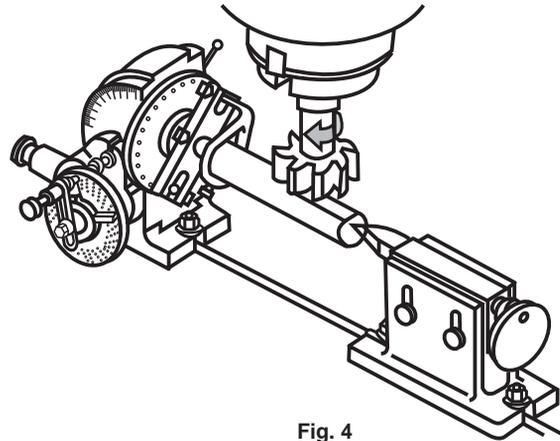

Fig. 4
- b) Frese el primer lado con la profundidad de 2,05 mm.. (Fig. 4).